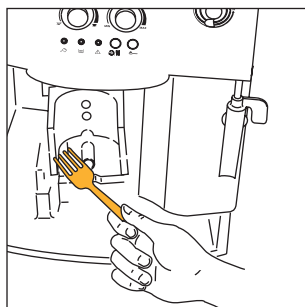

Fig.30
- rengör maskinen noggrant invändigt. Skrapa bort kaffe som har fastnat inuti maskinen med en trä- eller plastgaffel (fig. 30) och avlägsna sedan alla rester med en dammsugare (fig. 31);